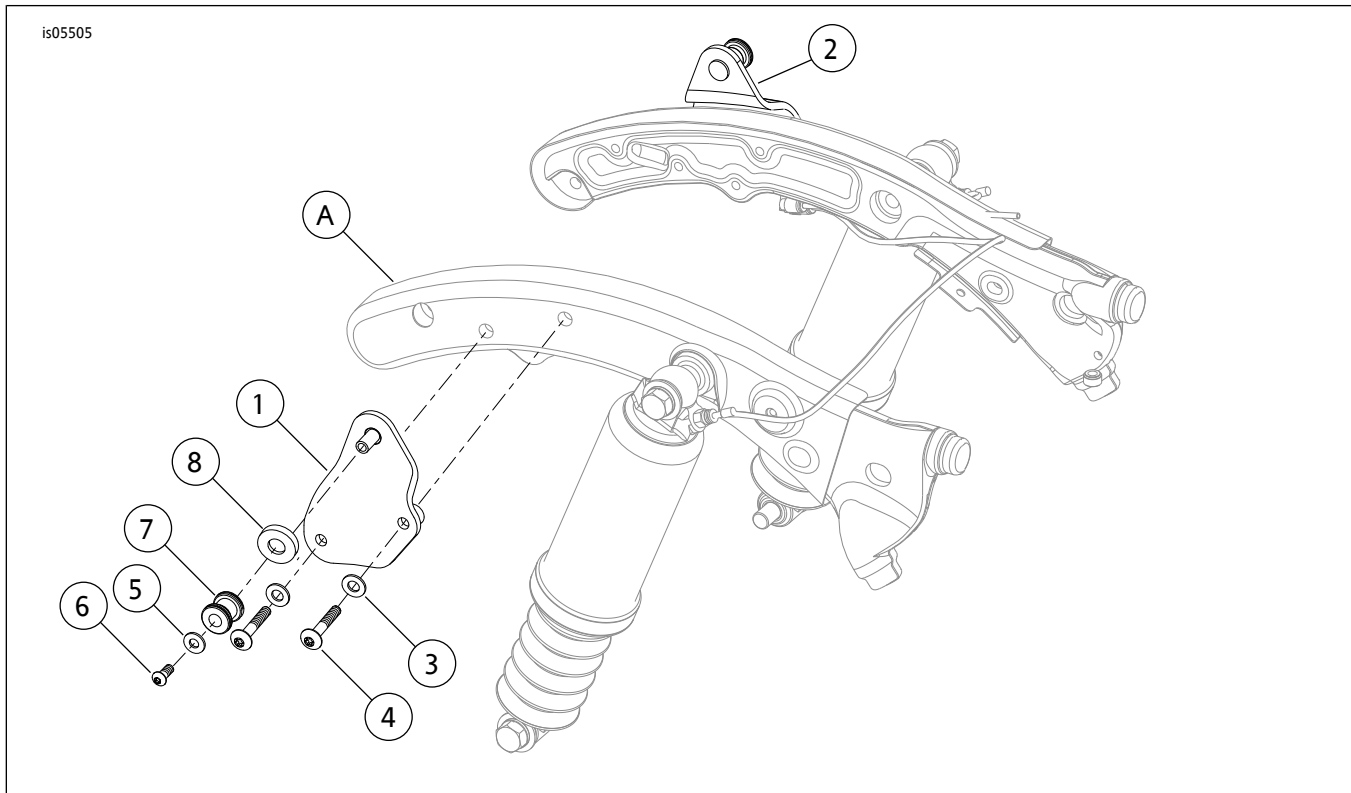

图2。维修零件：可拆卸式对接五金套件
参见图2和表1。
1. 参见图2和表1。将2-3滴Loctite®262(红色)涂敷至TORX®螺丝(4)。使用垫圈(3)和TORX螺丝(4)将对接板(1和2)安装至挡板盖和挡板护栏(A)并拧紧至23 N·m (17 ft-lbs)。
3. 参见图2和表1。使用垫圈(5和8)以及螺丝(6)将对接点(7)安装至对接板(1和2)。拧紧至14.2 N·m (10.5 ft-lbs)。